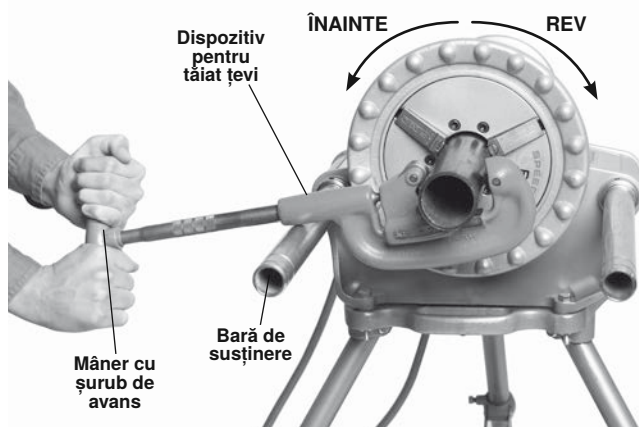

Figura 15 - Tăierea țevii cu port-cuțitul manual/rotirea mașinii (mențineți port-cuțitul în contact cu bara de susținere).
- Mișcați comutatorul REV/OFF/FOR în poziția FOR. Apăsăți și eliberați întrerupătorul-pedală. Mandrina trebuie să se rotească în sensul invers acelor de ceasornic atunci când este privită din partea barelor de susținere ale mașinii (*vedeți figura 15*). Repetați pentru operarea în poziția REV – mandrina trebuie să se rotească în sens orar. Dacă mașina nu se rotește în sensul corect sau comutatorul-pedală nu comandă operarea mașinii, nu folosiți mașina până nu este reparată.
Îndepărtați căruciorul 311 înainte de a utiliza 300 Power Drive cu unelte manuale pentru a tăia, aleza sau fileta țevi. Asigurați-vă că bara de susținere pe partea comutatorului este complet extinsă dincolo de partea frontală a motorului de antrenare (Figura 15).
1. Deschideți port-cuțitul prin rotirea șurubului de alimentare în sens invers acelor de ceasornic. Așezați port-cuțitul cu partea deschisă în sus (așa cum se arată în *Figura 15*) și aliniați roata port-cuțitului cu marcajul de pe țeavă. Tăierea secțiunilor filetate sau deteriorate ale țevii poate deteriora roata port-cuțitului.